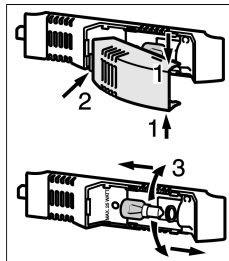

Fig. 13
- ▶ Die Lampenabdeckung oben und unten fassen Fig. 13 (1).
- ▶ Lampenabdeckung hinten ausrasten und aushängen Fig. 13 (2).
- ▶ Die Lampe auswechseln Fig. 13 (3).